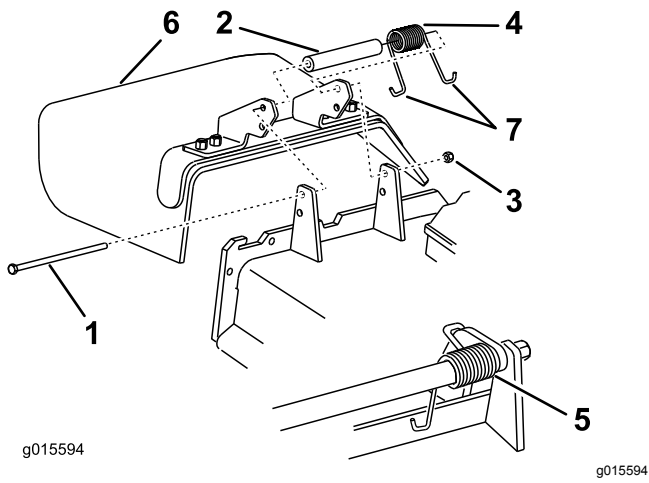

Figure 61
1. Placez une extrémité du ressort derrière le bord du plateau et l'autre extrémité sur le déflecteur d'herbe (Figure 61).
2. Utilisez le boulon et l'écrou pour fixer le déflecteur d'herbe au plateau de coupe (Figure 61).
3. Accrochez l'extrémité en J du ressort au déflecteur d'herbe (Figure 61).